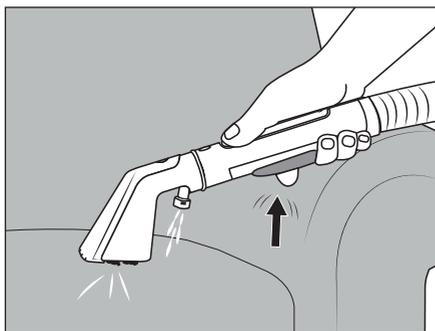

Fig. 6
(1) Sørg for ved brug af produktet, at sugåbningerne ⑳/㉑ på polstermundstykket ㉒ eller fugemundstykket ㉓ ikke blokeres af omkringliggende, løse genstande, trævler, hår og lignende. Det kan medføre, at polstermundstykket ㉒ eller fugemundstykket ㉓, beskadiges og ikke længere fungerer korrekt. (2) Se efter, om der sidder en etiket på tæppet med særlige plejeanvisninger fra producenten før rengøring af polstre/tæpper. Produktet er ikke egnet til sætte tekstiler (f.eks. silke, læder, flokati osv.). (3) Før anvendelse af rengøringsmidler (eddikerens og polsterrens) skal resultatet af rengøringen altid testes på et sted, man ikke kan se, for at sikre farveægtheden. (4) Produktet skal være monteret korrekt før brug, og brugsvandsbeholderen ② skal være fyldt. (5) Sluk for produktet, før du skifter polstermundstykket ㉒ ud med fugemundstykket ㉓ og omvendt. (6) Hvis beholderen til snavset vand ㉔ er fuld, lukker svømmeren ⑥ sugåbningen, og produktet kører med øget hastighed. Sluk øjeblikkeligt for produktet (se kapitlet **Rengøring af beholderen til snavset vand**).
- ◆ Klap håndtagene ⑩ op, og bær produktet til det sted, hvor du skal bruge det.
- ◆ Hold polstermundstykket **22** 2-3 cm over området, der skal rengøres, og tryk på sprøjteknappen **20** for at sprøjte vand/rengøringsopløsning ud af sprøjtemundstykket **21** (se fig. 6).